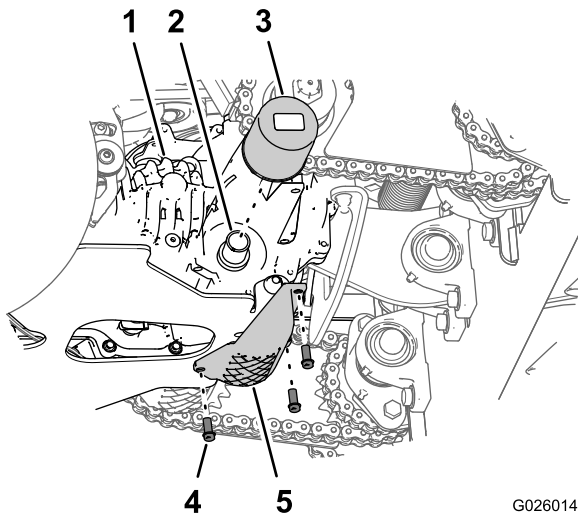

Figure 59
3. Retirez les 3 boulons à embase (1/4 x 3/4 po) qui fixent la protection du filtre à la transmission, et déposez la protection (Figure 59).
4. Nettoyez la surface autour du filtre de transmission (Figure 59).
6. Tournez le filtre dans le sens antihoraire et déposez-le (Figure 59).
8. Posez le filtre en le tournant dans le sens horaire sur l'adaptateur jusqu'à ce que le joint rejoigne la base de l'adaptateur, puis serrez encore le filtre de 3/4 à 1 tour (Figure 59).
9. Montez la protection du filtre au moyen des 3 boulons à embase (1/4 x 3/4 po) que vous avez retirés à l'opération 3 (Figure 59); serrez les boulons à un couple de 1 117 à 1 243 N-cm (90 à 110 lb-po).